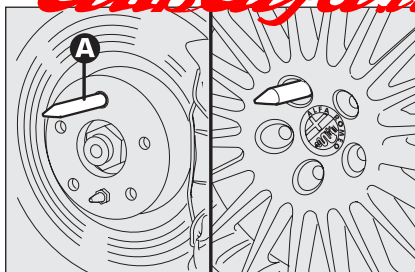

fig. 9
- ☐ avvitare il perno di centraggio **A-fig. 9** in uno dei fori dei bulloni di fissaggio presenti sul mozzo ruota;
- ☐ svitare il perno di centraggio **A-fig. 9** ed avvitare l'ultimo bullone di fissaggio;